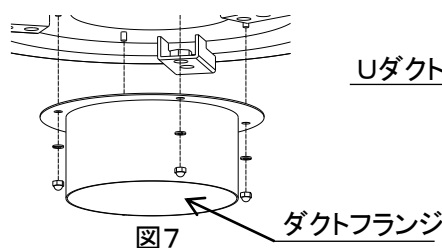

図7
- ②M4袋ナットを4点外して、ダクトフランジを取り外します。(図7)